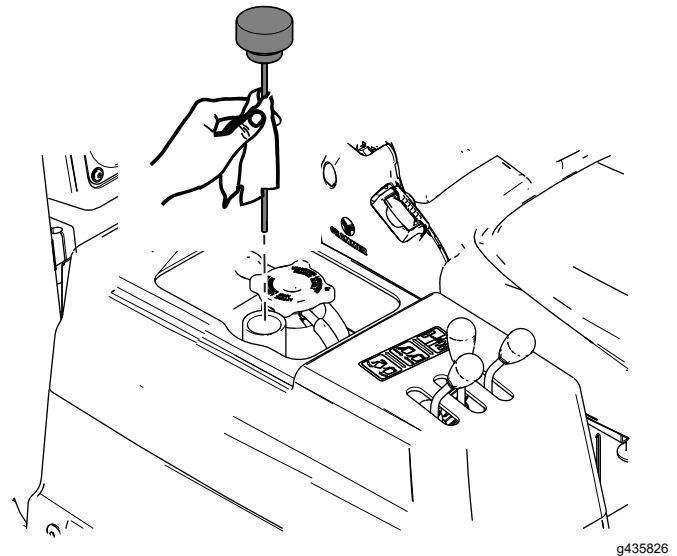

Figura 81
4. Togliete l'asta di livello dal serbatoio idraulico e pulitela con un panno pulito (Figura 81).